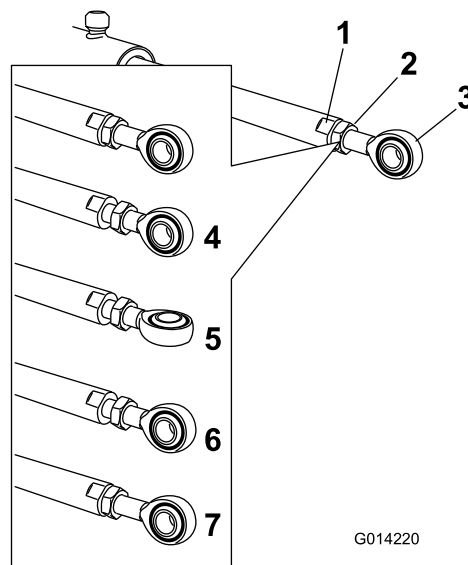

図 102
5. アクチュエータロッドの平たい面にスパナをあてがって回転しないように押さえ、ジャムナットをゆるめて、アイレットロッドを調整できるようにする 図 102。
6. アイレットロッドを回転させてアクチュエータを希望の長さに調整する 図 102。